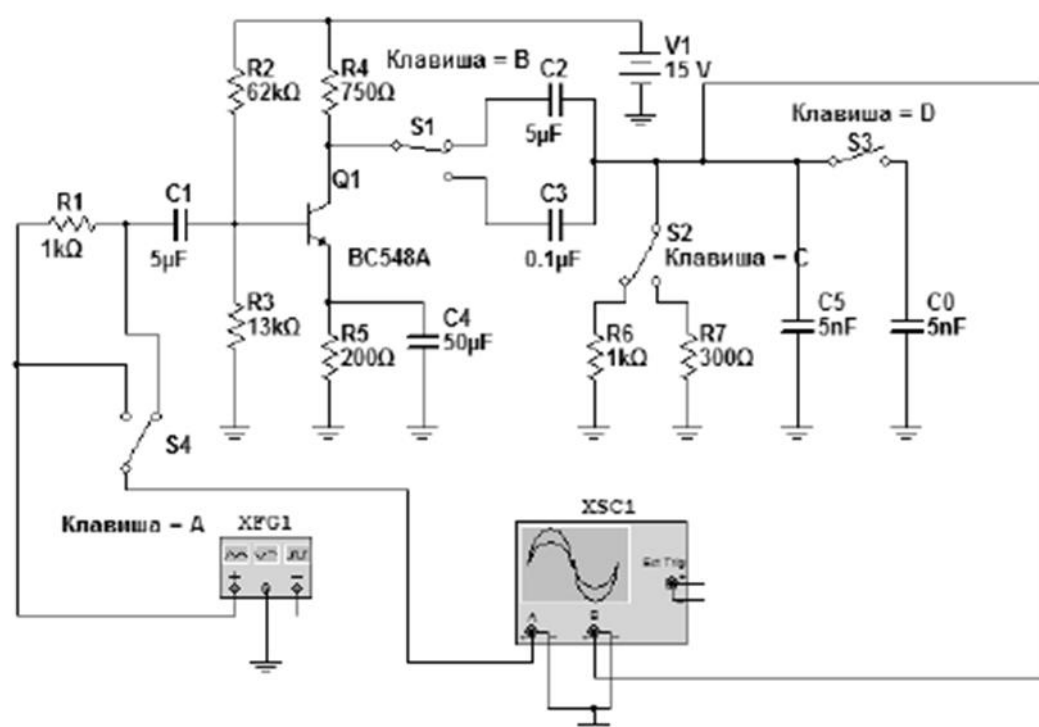

Рис. 1.1. Принципиальная схема каскада усилителя с общим эмиттером
2.1. Для исследуемого каскада ОЭ (рис. 1.1) построить нагрузочные линии постоянного и переменного токов при следующих условиях: